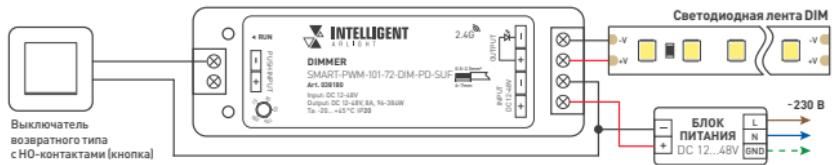

Рис. 1. Схема подключения диммера с использованием выключателя возвратного типа [кнопка]
- 3.2. Подключите диммер согласно схеме, приведенной на рис. 1 или 2.